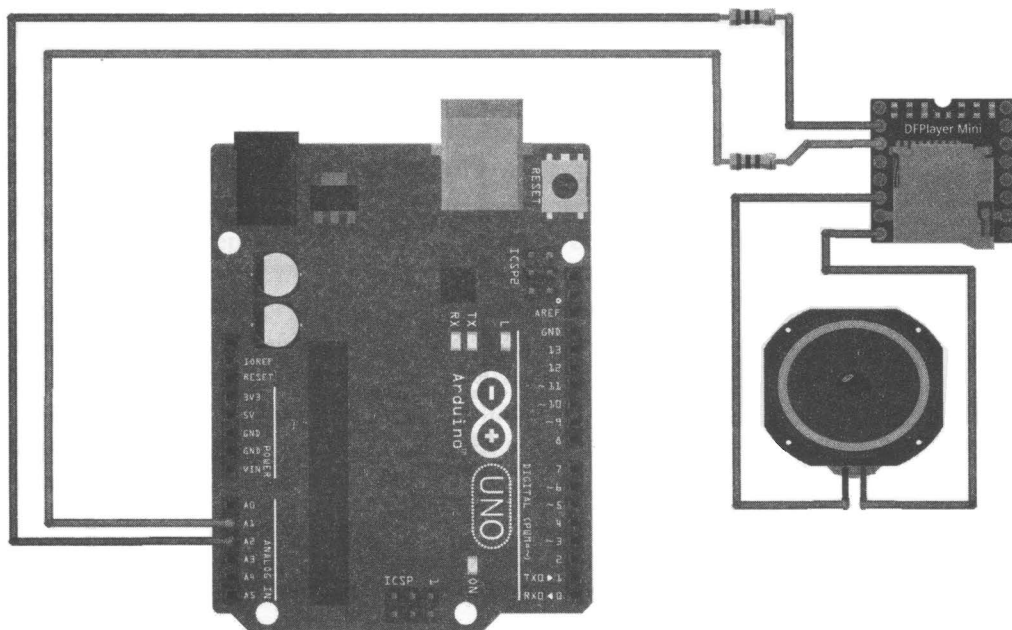
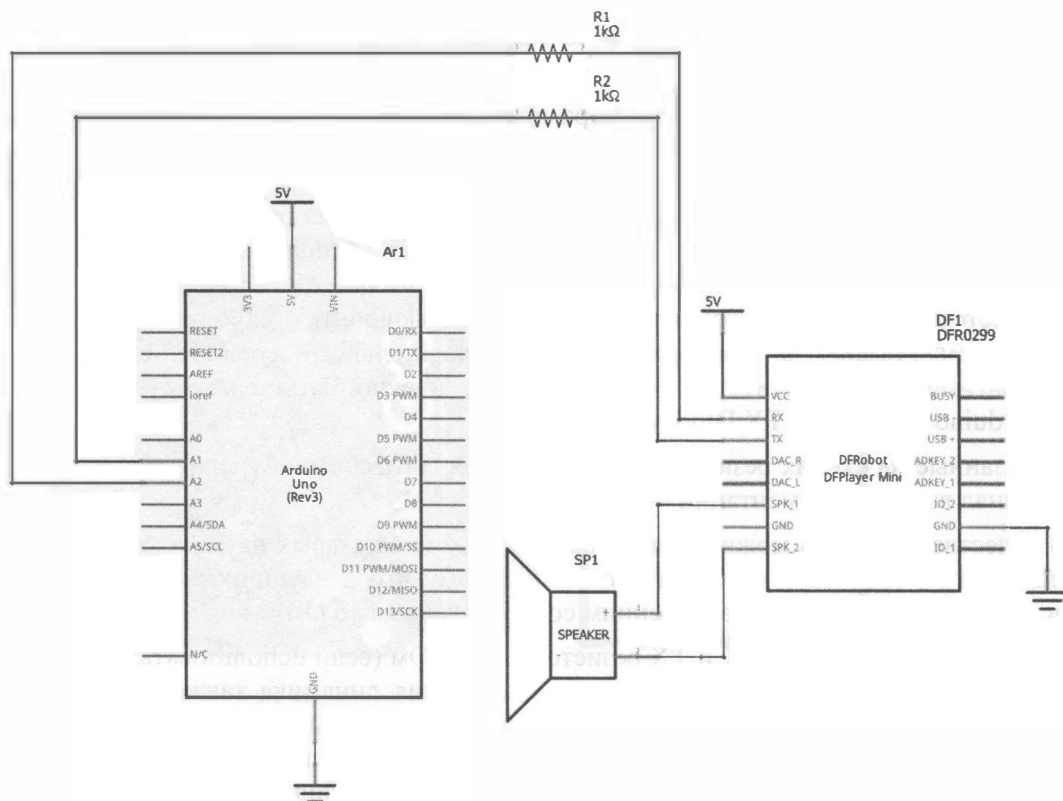

Рис. 16.5. Порядок соединения DFPlayer Mini и Arduino
Рис. 16.6. Принципиальная схема соединения DFPlayer Mini и Arduino UNO
Монтажная схема подключения плеера приведена на рис. 16.5, а принципиальная схема — на рис. 16.6. Мы задействуем контакты Arduino A1 (15) и A2 (16) — это порты, которые могут работать в качестве и аналоговых, и цифровых. В нашем случае мы будем использовать их в качестве цифровых для организации последовательного интерфейса обмена информацией между Arduino и DFPlayer Mini: контакт A1 — для ввода информации (RX), а контакт A2 — для вывода (TX). Соответственно, в программе потребуется подключить библиотеку `#include <SoftwareSerial.h>`, а при создании последовательного соединения указать: `SoftwareSerial DFPSerial(15, 16)`. Соединение должно быть перекрестным — RX от Arduino соединен с TX DFPlayer, и наоборот.